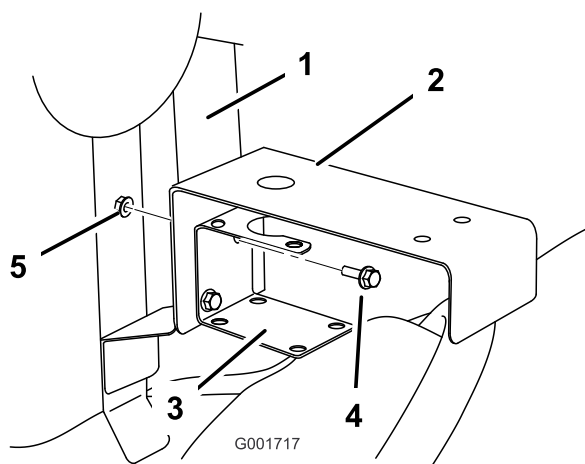

Figura 11
7. Instale o suporte da válvula de controlo entre o T de alimentação e a estrutura de montagem (Figura 11) utilizando os fixadores previamente removidos.